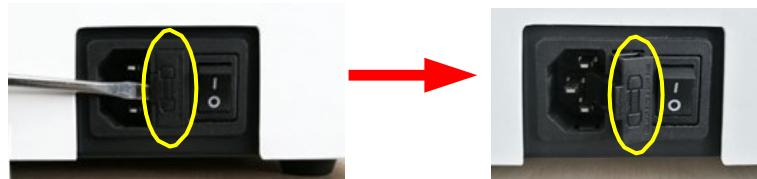

Fig. 7-1 Position des fusibles
- 3 Retirer le siège du fusible à l'aide d'un tournevis. Figure 7-1 ) ;